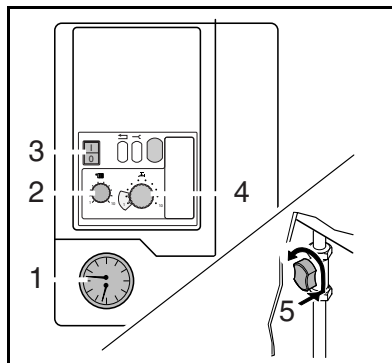

Fig. 1 Pupitru de comandă, indicator de presiune, robinet de gaz
- Se verifică presiunea apei (fig. 1, poz. 1). La o presiune de sub 1,0 bar, instalația se completează cu apă și se aerisește. Presiunea max. a apei 2,0 bar. La pierderi repetate de apă, se va apela la o firmă specializată pentru depistarea și înlăturarea cauzei.
- Temperatura turului se reglează la regulator (fig. 1, poz. 2) cu ajutorul tab. 1.
- Temperatura apei calde se reglează la regulator (fig. 1, poz. 4) cu ajutorul tab. 2.
- Se deschide robinetul de gaz: se apasă și se trage spre stânga în poziție verticală (fig. 1, poz. 5).
- Întrerupătorul de rețea (fig. 1, poz. 3) se trece în poziția "I". Aparatul începe cu programul de pornire, iar după cca. 30 s se aprinde arzătorul.